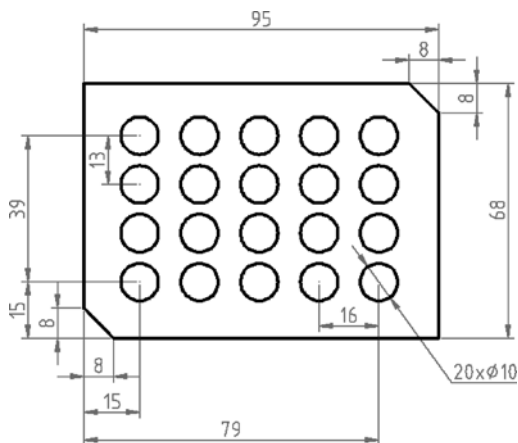

图 3-67 绘制图形练习
12) 上机练习: 根据如图 3-67 所示的尺寸绘制图形。